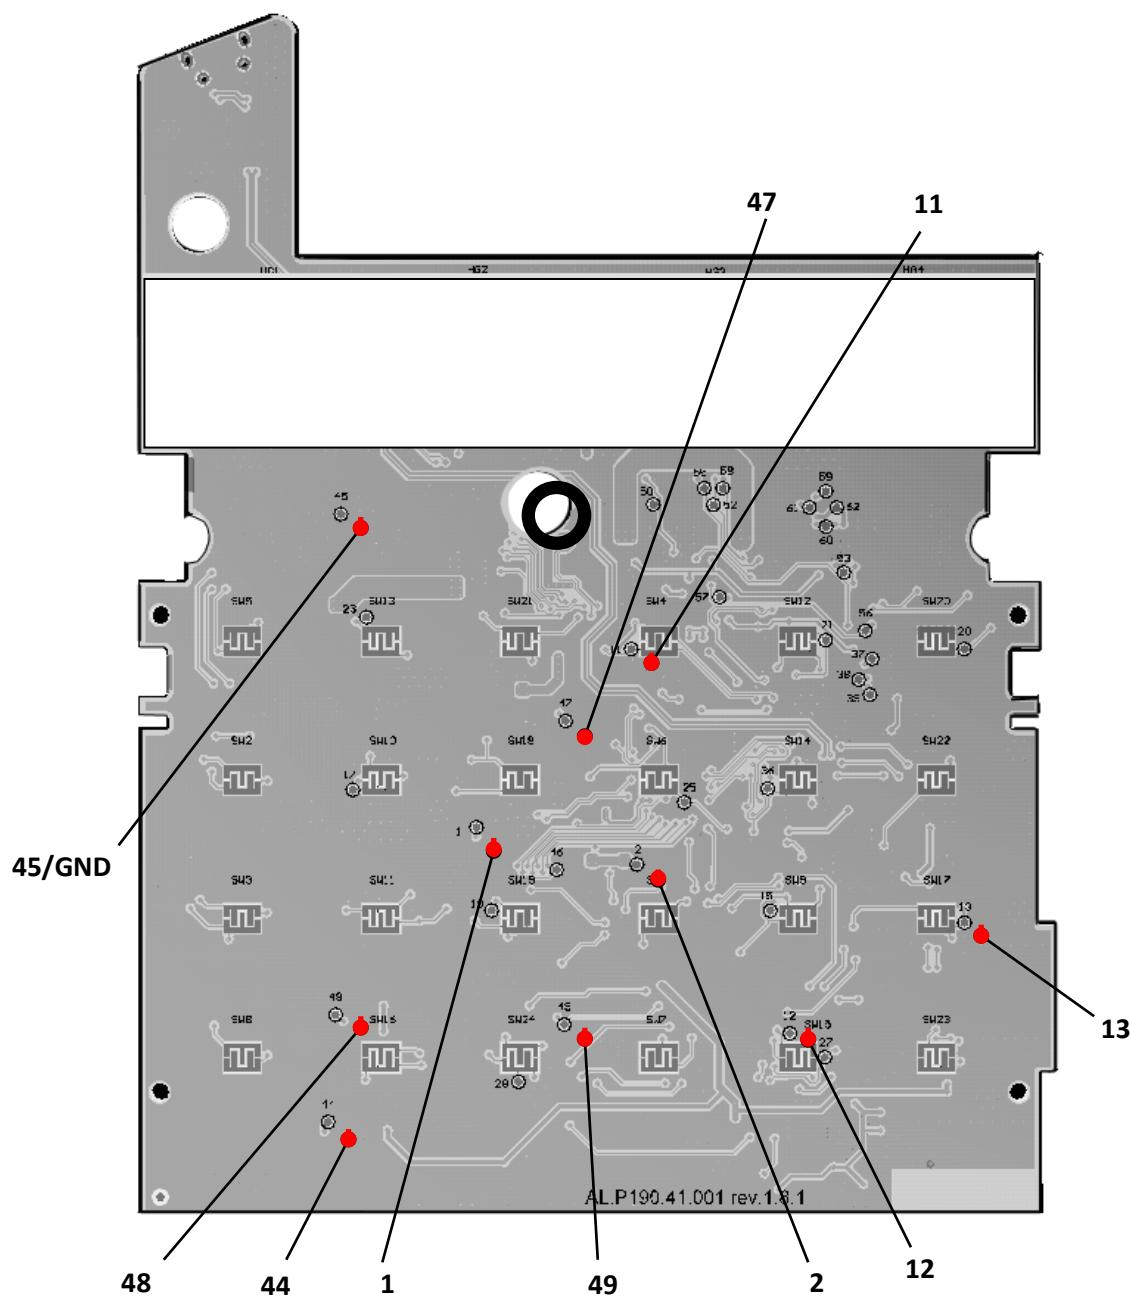

Рисунок 34. Обозначение контрольных точек блока управления AL.P190.41.000 rev. 1.8.1 / rev. 1.9
- Проверить при помощи мультиметра напряжение между контрольными точками **GND** и **44** (смотрите рисунок 34). Напряжение должно составлять **9,0 В ± 0,5 В**.
3. Проверить при помощи мультиметра напряжение между контрольными точками **GND** (**45**) и **44** (рисунок 34). Напряжение должно составлять **9,0 В ± 0,5 В**.